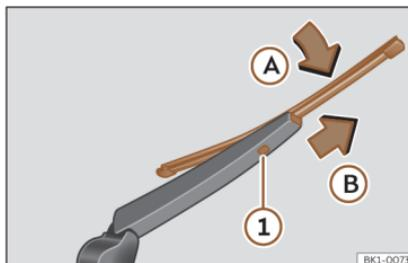

Fig. 146 Cambio de la escobilla de la luneta trasera.
- Rote la escobilla ligeramente»» fig. 146 (flecha A).
- Mantenga presionada la tecla de desbloqueo ① tirando de la escobilla en el sentido de la flecha B.
- Inserte en el brazo limpialuneta una escobilla nueva **de la misma longitud y tipo**, en sentido contrario a la flecha B hasta que encastre la tecla ①.